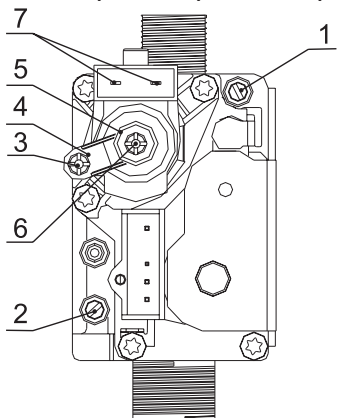

Рис. 14. Газовый клапан.
- Подключите газовый манометр к штуцеру замера давления газа «1» на выходе из газового клапана (см. рис. 14);